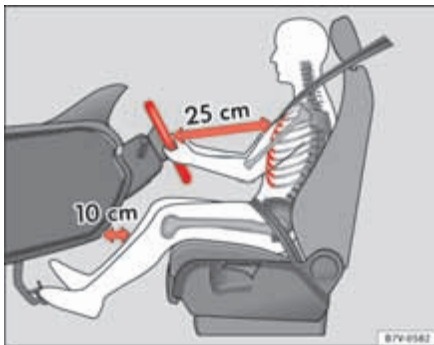
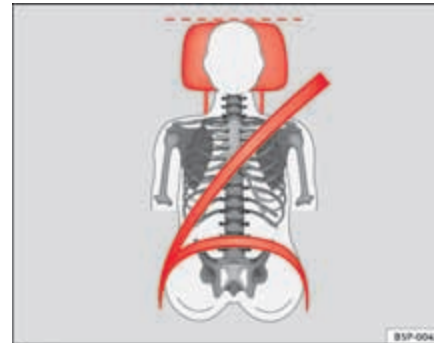

Abb. 1 Der richtige Abstand des Fahrers zum Lenkrad muss mindestens 25 cm (10 inch) betragen.
Abb. 2 Richtiger Gurtbandverlauf und richtige Kopfstützeinstellung.
- Kopfstütze so einstellen, dass die Oberkante der Kopfstütze sich möglichst auf einer Linie mit dem oberen Teil des Kopfs – jedoch nicht niedriger als Augenhöhe – befindet. Hinterkopf stets so nah wie möglich an der Kopfstütze positionieren ⇒ **Abb. 1** und ⇒ **Abb. 2**.
- Lenkrad so einstellen, dass der Abstand zwischen Lenkrad und Brustbein mindestens 25 cm (10 inch) beträgt ⇒ Seite 12, Abb. 1 und das Lenkrad mit beiden Händen und leicht gebeugten Armen seitlich am äußeren Rand festgehalten werden kann.
- Fahrersitz in Längsrichtung so einstellen, dass die Pedale mit leicht angewinkelten Beinen durchgetreten werden können und der Abstand zur Instrumententafel im Kniebereich mindestens 10 cm (4 inch) beträgt ⇒ Seite 12, Abb. 1.